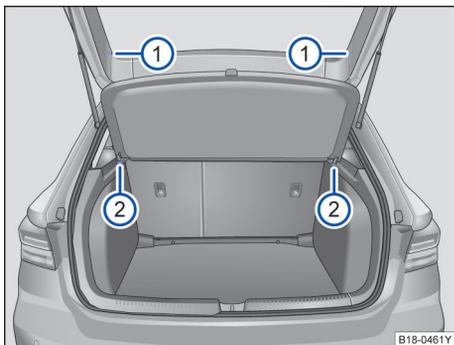

图 85 拆卸和安装行李厢盖板
- 从行李厢盖上①⇒图 85 处解开两侧的细绳，轻轻抬起行李厢盖板。
- 朝后方拉动并轻击盖板底部的两侧，从支架②⇒图 85 上拆下行李厢盖板。